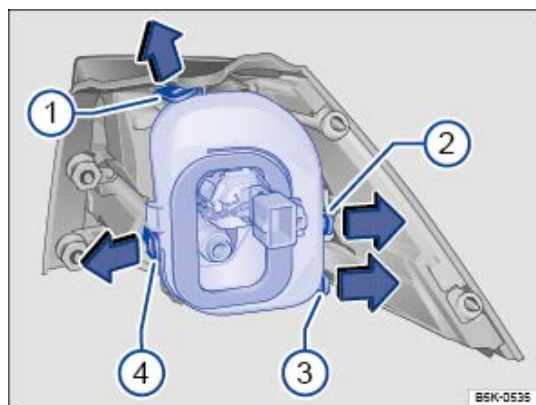

Fig. 250 Bloc de feux arrière dans la carrosserie : dépose du porte-ampoule. ① à ④ : languettes de verrouillage
| 7.  | Poussez les languettes de verrouillage → Fig. 250 ① à ④ dans le sens de la flèche afin de déverrouiller le porte-ampoule.       |